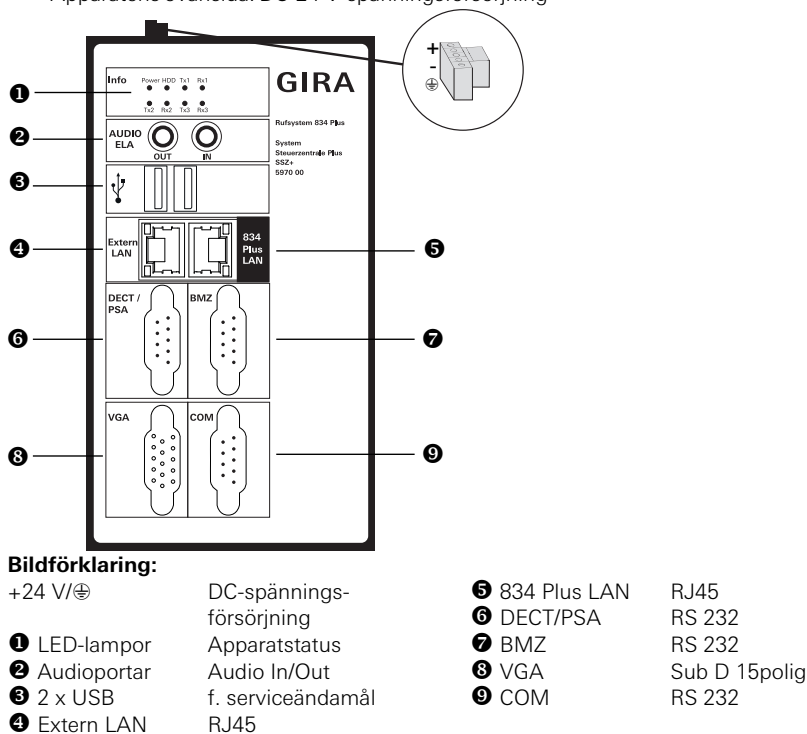

Bild 3.29: Systemstyrcentralens anslutningar
För att ansluta stationscentralen till ett existerande (sjukhus-) nätverk kan "Extern-LAN" anslutningen konfigureras över menypunkten **Administration/lägga in nätverksåtkomst** (Bild 3.29 (①)) i konfigurationsassistenten.